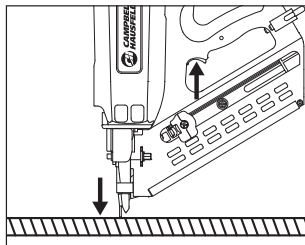

Figura 15
3. **RETIRE** el dedo del gatillo. Presione el WCE colocando la boquilla de la herramienta contra una superficie sólida y presionando la boquilla como lo haría para el uso normal. Apriete el gatillo. La herramienta **DEBE** accionarse (vea la Figura 15).